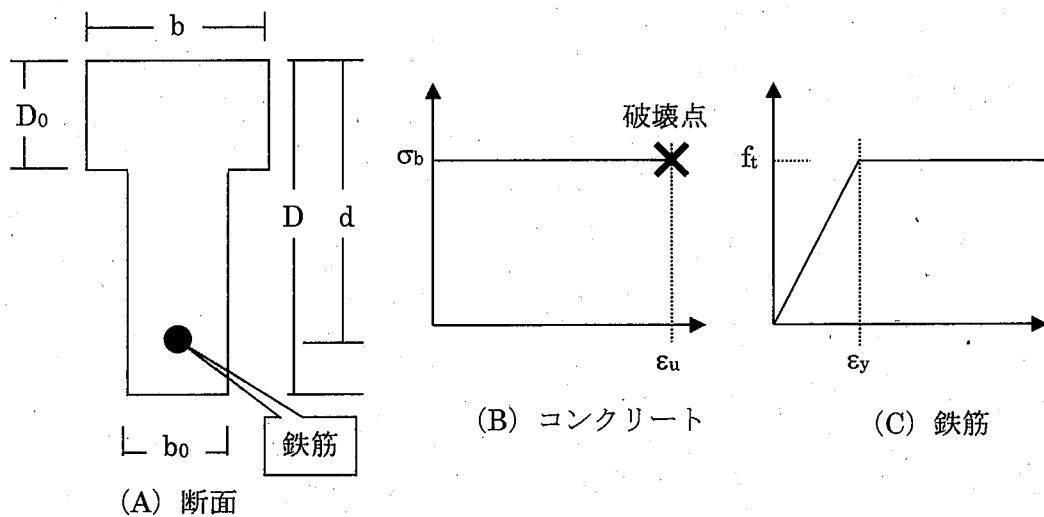

図 1
1. 図1 (A) のような T 型断面の鉄筋コンクリート造の梁が曲げを受けた時、以下の (1) ~ (4) それぞれの値を求めよ。ただし、コンクリートの圧縮時および鉄筋の引張時の応力 (σ) - 歪 (ϵ) 関係は、図1 (B)、(C) に示すように仮定する。コンクリートの引張応力は無視する。また、 $b=400$ mm、 $D=650$ mm、 $b_0=200$ mm、 $D_0=200$ mm、 $d=600$ mm、 $\sigma_b=30$ N/mm²、 $f_t=300$ N/mm²、 $\epsilon_u=0.4$ %、 $\epsilon_y=0.2$ % とする。